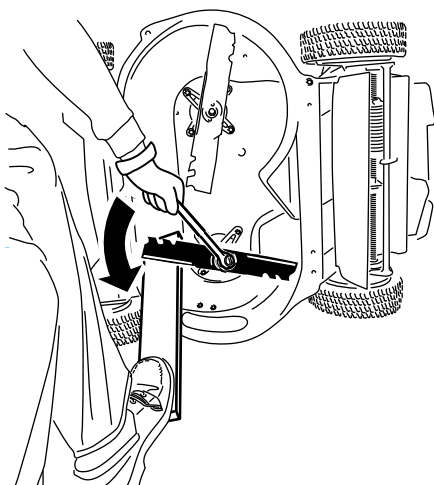

Figura 40
1. Usate un blocco di legno per tenere ferma la lama e ruotatela in senso antiorario come mostrato in \(Figura 40\).